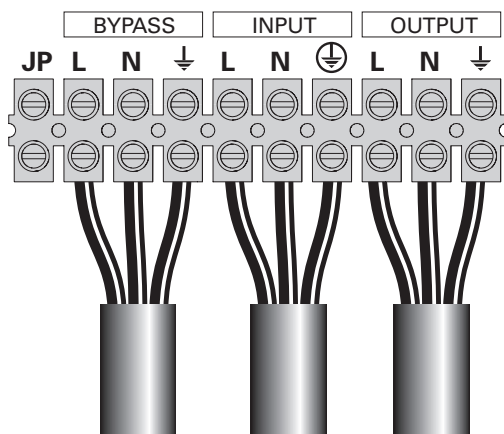

Figure 18.
- 1 - Enlevez le jumper (voir figure 18).